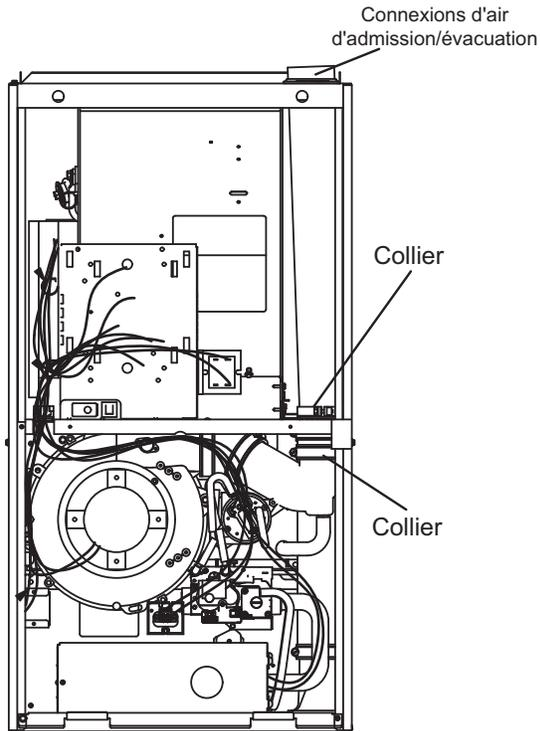

FIGURE 19
Le EL297DFV est livré avec un raccord d'évacuation/d'admission d'air au niveau du capuchon supérieur. Voir FIGURE 19. À l'aide des pièces fournies, l'appareil peut être modifié sur place pour que ces connexions soient situées sur le côté droit de l'enceinte. Voir FIGURE 22 et suivre les étapes ci-dessous. Pour l'évacuation du côté gauche, commander l'ensemble 87W73.
- 2 - Desserrer les colliers de serrage qui fixent les raccords en caoutchouc aux tuyaux en PVC blanc à l'intérieur de la zone du vestibule. Voir FIGURE 19.
- 3 - Desserrer le collier qui fixe les tuyaux au support du ventilateur. Voir FIGURE 19.